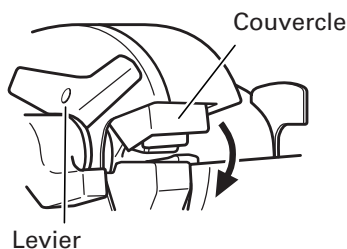

Fig. 16
- **Vérifier impérativement que le couvercle du couteau est refermé lorsqu'on ne se sert pas de l'outil pour un travail de coupe. Si le couvercle reste ouvert, le couteau risque de se coincer dans des corps étrangers et de provoquer des blessures graves. (Fig. 16)**
- **Éviter tout travail de coupe dépassant les capacités maximales de l'outil données dans les spécifications. Ne jamais couper de matériaux durs, par exemple du béton préfabriqué (PC) ou de l'acier. Ce genre de matériaux risque de se fendre en éclats et de provoquer des blessures.**